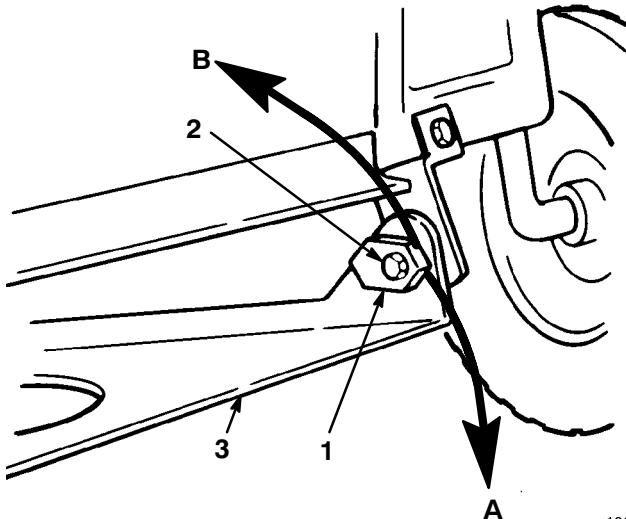

Figure 48
8. Régler l'inclinaison avant/arrière à l'aide des écrous spéciaux de réglage de l'inclinaison, de part et d'autre du pivot du plateau de coupe (Fig. 48).
9. A l'aide d'une clé plate ou à douille de 26 mm (1"), tourner lentement l'écrou de réglage d'inclinaison de gauche vers le bas pour relever l'avant du plateau, ou vers le haut pour l'abaisser (Fig. 48), jusqu'à ce que l'avant du plateau soit 6 à 16 mm (1/4-5/8") plus bas que l'arrière.